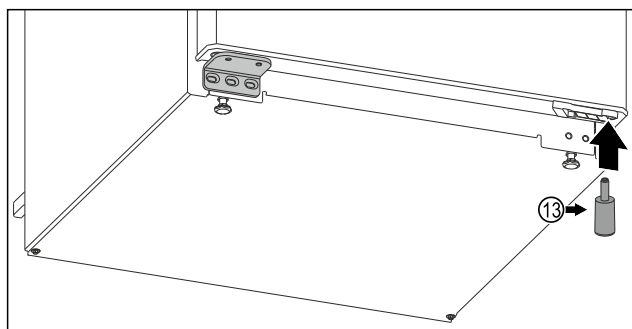

Fig. 18 În cazul aparatelor fără compartiment de congelare de 4 stele*
- ▶ Remontați distanțierul Fig. 18 (13) în partea inferioară dreaptă a ușii, deoarece este important pentru stabilitatea aparatului.*